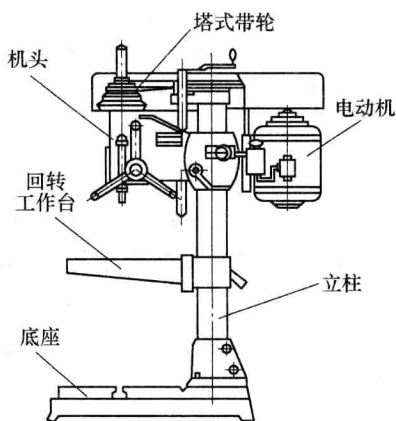

图 1-5 台式钻床
(1) 台式钻床 台式钻床简称台钻。它是一种安放在作业台上、主轴垂直布置的小型钻床。其最大钻孔直径为 13mm, 常见结构如图 1-5 所示。